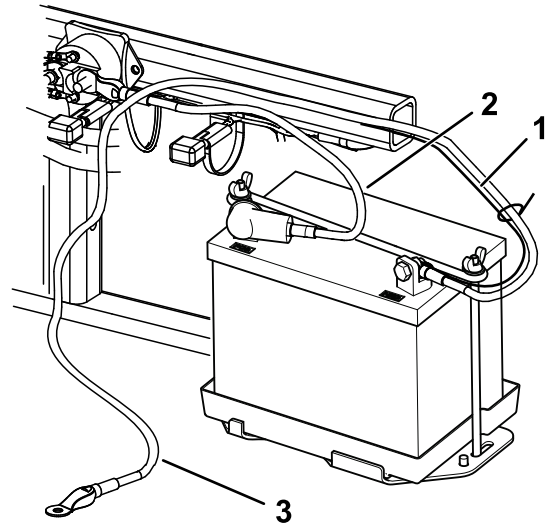

图 6
2. 用螺栓 $\frac{1}{4} \times \frac{5}{8}$ 英寸和锁紧螺母将正极接线红色固定到正极+端子图 6。
3. 用螺栓 $\frac{1}{4} \times \frac{5}{8}$ 英寸和锁紧螺母 $\frac{1}{4}$ 英寸将小黑色接线和负极接线黑色固定到电池的负极-端子图 6。